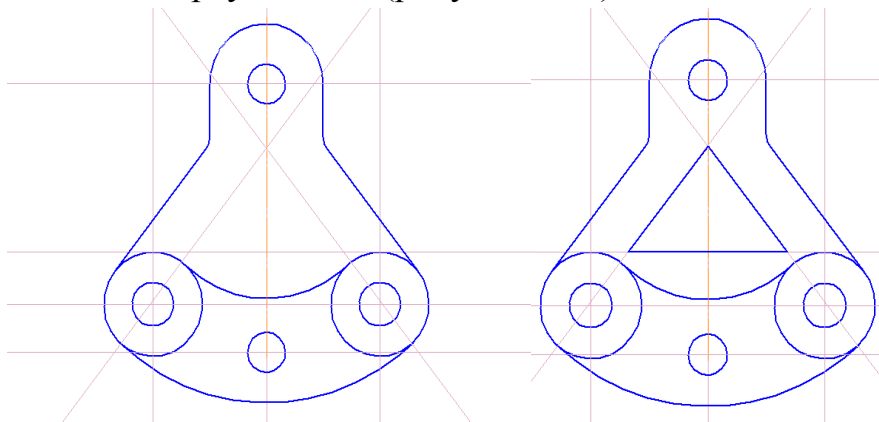

Рисунок 3.17 – Создание сторон треугольника
18. Стороны треугольника создайте с помощью параллельных прямых на расстоянии 25 мм от края детали и с помощью **Отрезка** Основным стилем обведите треугольник (рисунок 3.17).